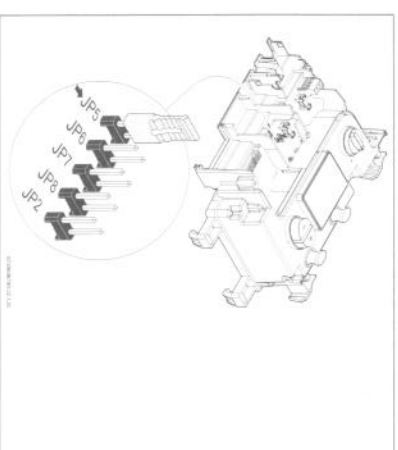

Fig. 4
- ▶ Para todos os tipos de gás o jumper JPs vai já posicionado de fábrica (ver Fig. 4). Para os modelos WTD 17 a mudança do tipo de gás está concluída, registar a alteração na chapa de características do aparelho.